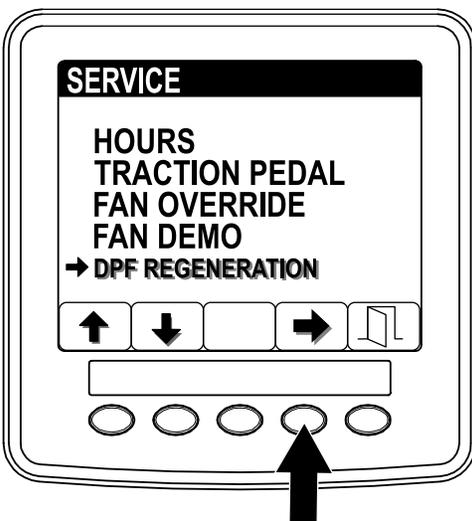

Figure 35
- Dans le menu Entretien, appuyez sur le bouton 1 ou 2 pour naviguer jusqu'à l'option DPF REGENERATION (régénération du FAP) (Figure 35).
- Appuyez sur le bouton 4 pour sélectionner l'option DPF Regeneration (Figure 35)